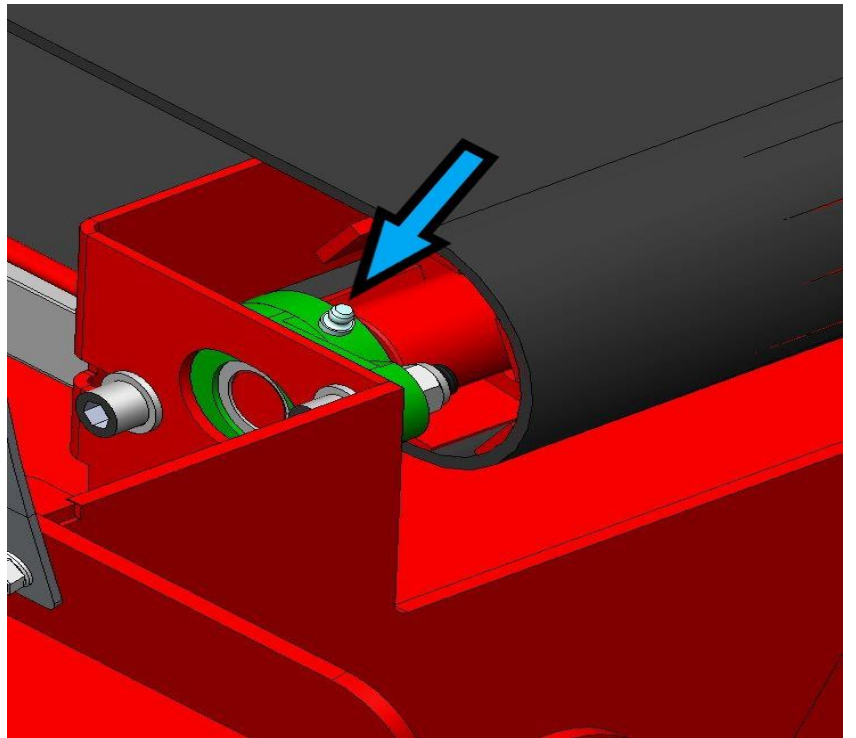

Bild 51.
11. Dragrullens nippel (1 st. på bild 51).